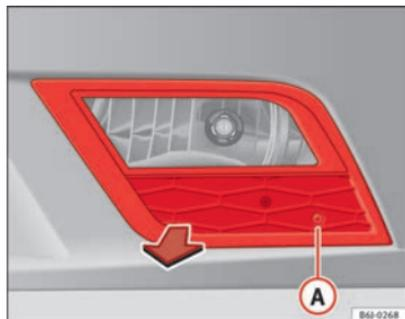

Fig. 159 Farol de nevoeiro
- Retire o parafuso ⇒ Fig. 159 **A** da grelha do farol de nevoeiro, utilizando uma chave de fendas.